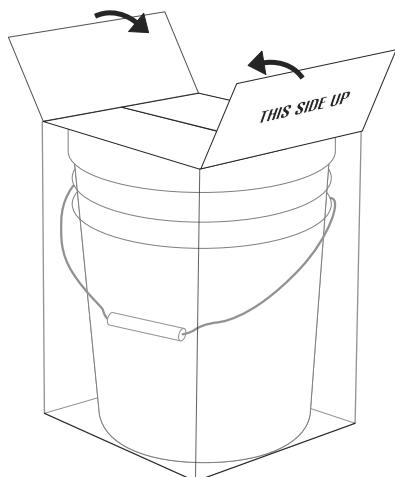

Figure 3
6. Pliez les rabats sur le dessus de la boîte afin qu'ils se rejoignent. « THIS SIDE UP » (CE CÔTÉ VERS LE HAUT) doit être visible à l'extérieur de la boîte. (Voir Figure 3)